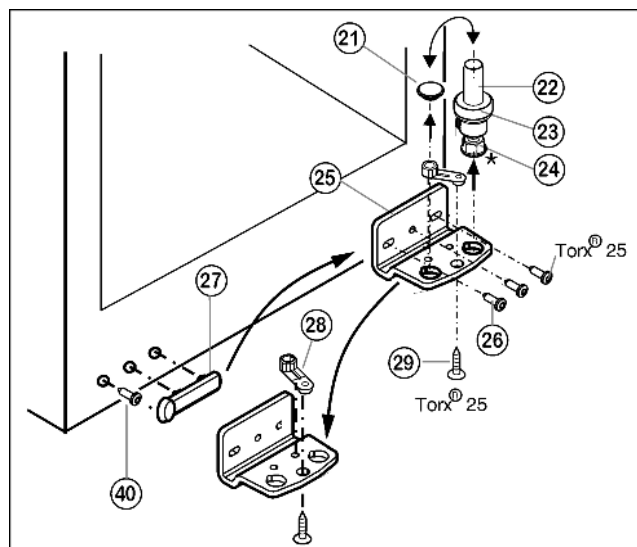

Fig. 5
- ▶ Зніміть, потягнувши догори, опорний гвинт Fig. 5 (22) у комплекті, разом з шайбою Fig. 5 (23) та установочною ніжкою* Fig. 5 (24).
- ▶ Зніміть Fig. 5 (21) пробку.
- ▶ Відгвинтіть Fig. 5 (26) опорний кронштейн Fig. 5 (25).
- ▶ Відкрутіть Fig. 5 (29) опорну деталь Fig. 5 (28) і вставте в протилежний отвір опорного кронштейну, знову пригвинтіть.
- ▶ Обережно зніміть кришку з боку ручки Fig. 5 (27) та гвинт Fig. 5 (40) і переставте їх на протилежний бік.
- ▶ Пригвинтіть опорний кронштейн Fig. 5 (25) на новий бік шарніра (з моментом 4 Нм). За потреби використовуйте викрутку з акумулятором.
- ▶ Вставте пробку Fig. 5 (21) в отвір, що залишився вільним.
- ▶ Встановіть на місце опорний гвинт Fig. 5 (22) у комплекті, разом з шайбою та установочною ніжкою*. При цьому виступ фіксатора повинен бути спрямований назад.
- ▶ Витягніть пробки (33) із втулок на дверцятах і переставте їх.
- ▶ Зніміть ручку дверцят (32), пробки (33) та пластини* (34) і переставте на протилежний бік.
- ▶ Встановіть дверцята згори на нижній опорний гвинт Fig. 5 (22).
- ▶ Встановіть верхній опорний кронштейн (12) в дверцята на новий бік шарніра.
- ▶ Пригвинтіть верхній опорний кронштейн (12)(з моментом 4 Нм) гвинтами (2 шт. Torx® 25) (13). Попередньо зробіть отвори для гвинтів або використовуйте викрутку з акумулятором.
- ▶ Кришку (10) та кришку (11) зафіксуйте з протилежного боку.
- ▶ У разі необхідності за допомогою двох довгастих отворів на опорному кронштейні знизу Fig. 5 (25) встановіть дверцята на одній осі з корпусом. Для цього викрутіть середній гвинт.